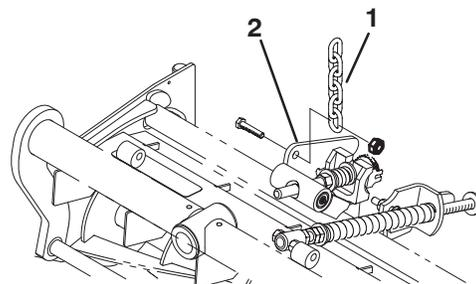

Bild 5
12. Nehmen Sie die Mutter ab, mit der die Befestigungshalterung der Rasenkompensierungsfeder am Stabilisatorrohr des Mähwerks befestigt ist (Bild 5). Setzen Sie die Kippkette auf die Kopfschraube und befestigen Sie diese mit der entfernten Mutter.